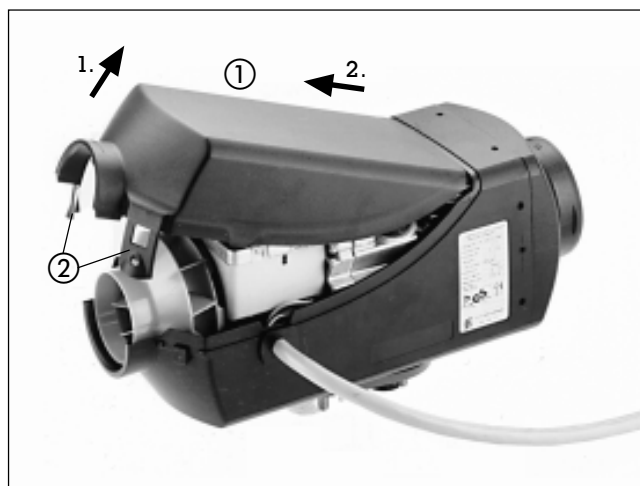

Bild 1
Avtagning av locket på AIRTRONIC (se bild 1)
- Ta av locket på AIRTRONIC (se bild 1).
- Ta bort locket från *AIRTRONIC* (se bild 1).
- Ta bort locket från AIRTRONIC (se bild 1).